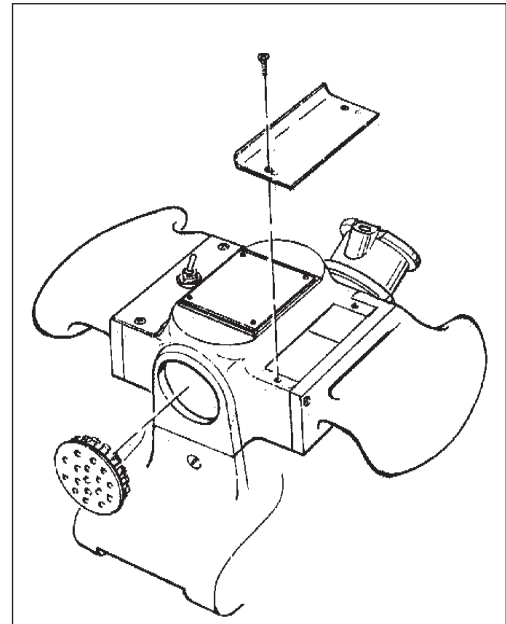
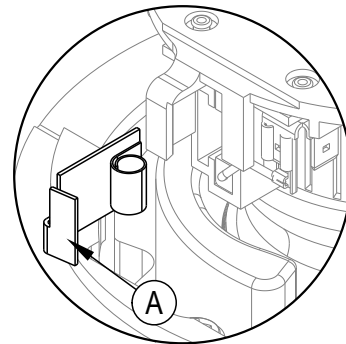

Figure 7
Figure 8
Examiner les quatre balais tous les 6 mois ou toutes les 250 heures. L'accès aux balais s'effectue par les bouchons d'aération avant et arrière du moteur et sous les deux capots du moteur (Figure 7). Appuyer sur la patte (A) située sur l'attache à ressort, tourner puis déposer (Figure 8). Utiliser une pince à bec effilé pour débrancher le fil de dérivation. Si l'un des balais est usé sur une longueur d'un centimètre ou moins, remplacer tout le jeu.